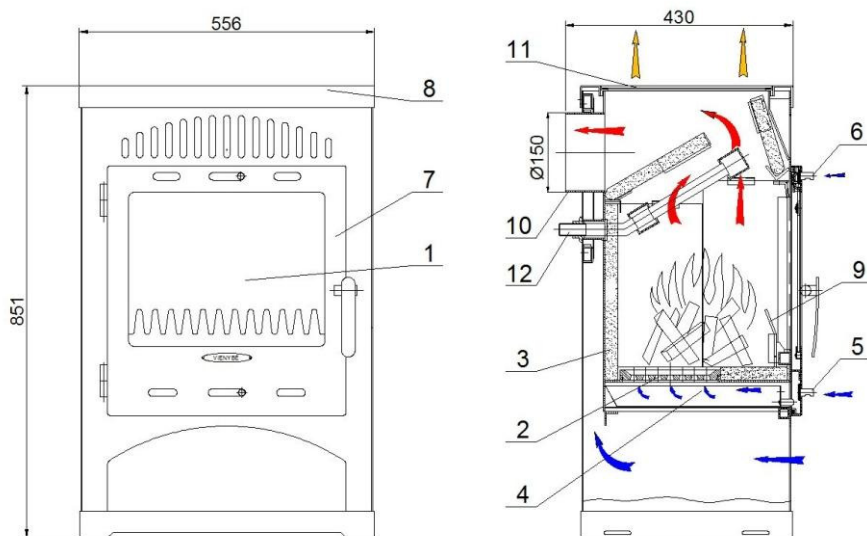

Рис. 1
В печке используется конструкция двойного корпуса, которая обеспечивает безопасное и удобное использование. Воздух втягивается в нижней части корпуса, поднимается вверх и нагревшись, выходит через проемы находящиеся сверху и по бокам. Корпус печки сварен из листового металла и окрашен термостойкой краской. Топка в печке выложена огнеупорной плиткой (вермикулит) 3 (см. рис. 1), которая улучшает горение. В дверцу печки 7 вмонтировано термостойкое стекло, которое позволяет видеть пламя. Первичная подача воздуха регулируется при помощи заслонки 5. Вторичная подача воздуха в топку
Печка должна быть смонтирована таким образом, чтобы не были бы заблокированы заслонки регулирования подачи воздуха 5 и 6 (см. рис. 1).
**Разжигание.** Полностью откройте заслонки первичной и вторичной подачи воздуха 5 и 6 (см. рис.1). На дно топки положите два полена маленького размера, оставляя между ними промежуток. В промежуток вложите скомканную бумагу или таблетку твердого топлива, на которую нужно крестообразно положить мелко нарубленные сухие дрова, на них положить дрова средней величины. Бумагу поджечь и после ее возгорания закрыть дверцу. Ручка дверцы может быть горячей, поэтому надо пользоваться защитной рукавицей. Интенсивность горения регулировать при помощи заслонок подачи воздуха.